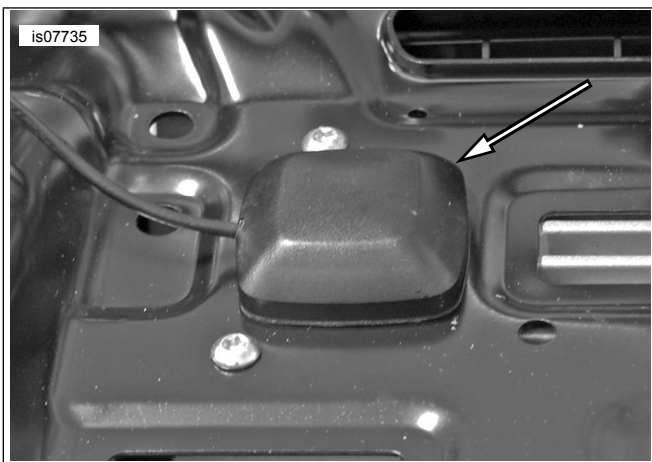

Figure 3. Retrait de l'antenne
4. Consultez Figure 3 . Si elles sont présentes, détachez les antennes XM/NAV du support de la radio et placez-les de côté.